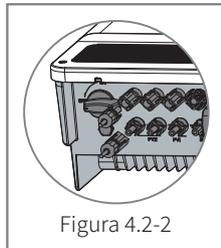

Figura 4.2-2
- **Conexión de la entrada fotovoltaica:** asegúrese de que se hayan establecido correctamente las conexiones entre el inversor ET y los paneles FV, y de que la polaridad (+/-) no esté invertida. Consulte la figura 4.2-2.